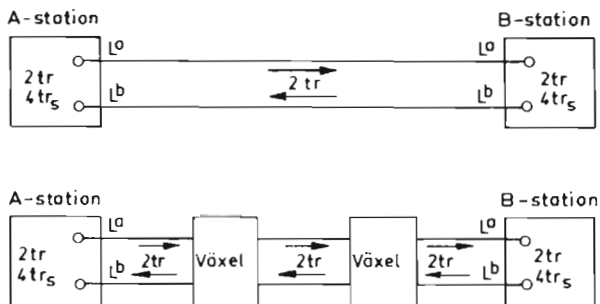

Bild 26. Tvåtrådsförbindelse, direktkopplad eller kopplad över växel
1. Anslut anbefalld linje till bärfrekvensterminalens polskruvar 2tr, 4trS (bild 26).